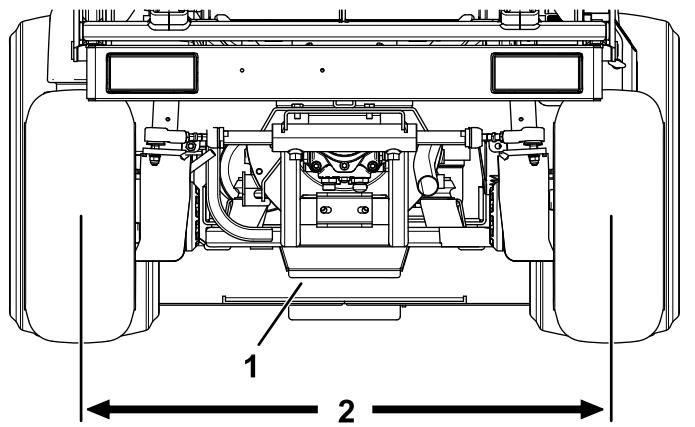

Figure 83
- Réglez les biellettes jusqu'à ce que l'entraxe soit identique à l'avant et à l'arrière des roues arrière (Figure 83).